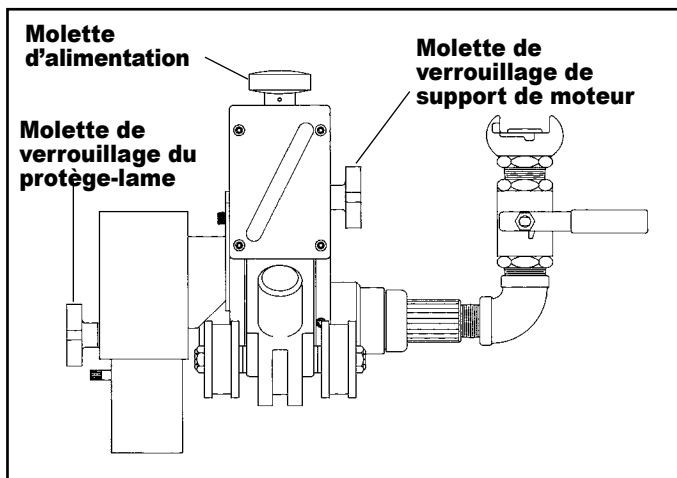

FIG. 4
- Desserrez la molette de verrouillage de support du moteur. (Fig. 4)
- Tirez le support de moteur le plus possible vers le haut en faisant tourner la molette d'alimentation dans le sens contraire des aiguilles d'une montre. (Fig. 4)
2. Tournez la molette d'alimentation de l'outil de coupe dans le sens des aiguilles d'une montre. (Fig.4) Abaissez le moteur et l'outil de coupe vers le tuyau sans toutefois toucher celui-ci. La molette de verrouillage du support de moteur doit être serrée, mais le support doit pouvoir toujours glisser..
- 2.\* Vérifiez l'épaisseur de la paroi du tuyau à couper puis faites tourner la molette d'alimentation (fig. 4) jusqu'à ce que l'indicateur pointe sur la profondeur souhaitée pour l'outil de coupe. Prévoyez au moins ¼ po de lame au-delà de la profondeur de coupe.
\*L'unique exception implique l'utilisation du coupe-tuyau en biseau avec de tuyaux en plastique où l'outil de coupe doit être engagé jusqu'à ce que le coupe-tuyau en biseau commence à couper. À ce point, l'indicateur de la jauge de profondeur peut être utilisé pour déterminer la quantité de biseau. L'engagement complet donne un biseau de 15/16 po. (Fig. 4)
3. Serrez la molette de verrouille de support du moteur. (Fig. 4)
4. Serrez la molette de verrouillage du protège-lame à environ 1/8 po du tuyau. (Fig. 4)